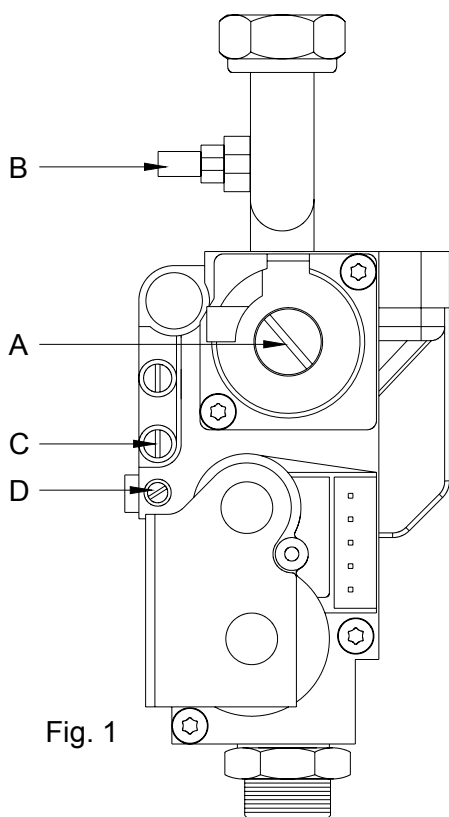

Fig. 1
- ouvrir la prise de pression B (voir fig.1 page 34) du bloc gaz et y relier le manomètre gaz.
- dévisser le bouchon aluminium de protection repère A du bloc gaz (voir fig.1 page 34).